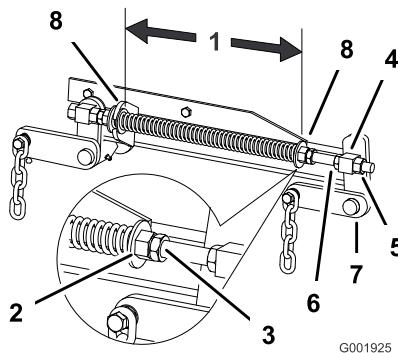

Figura 63
2. Compruebe la distancia entre las dos arandelas grandes, que debe ser de 28,2 cm para plataformas de cortacésped de 132 cm (52 pulgadas), o 26,7 cm para plataformas de cortacésped de 152 cm (60 pulgadas) (Figura 63).
3. Ajuste esta distancia aflojando la contratuerca elástica y girando la tuerca que está delante de cada muelle (Figura 63).
4. Fije la tuerca en la posición deseada apretando la contratuerca elástica (Figura 63).